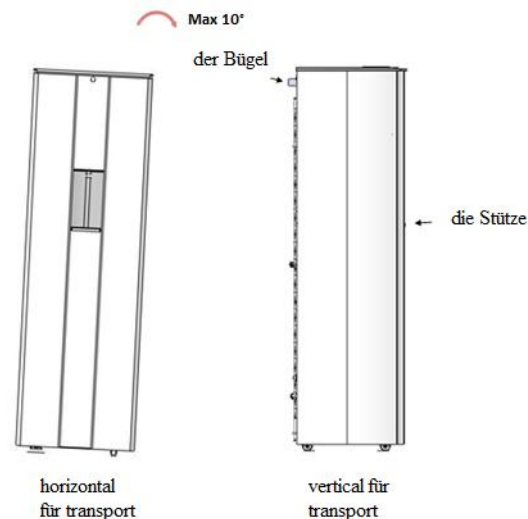

Abbildung Nr. 12. «Gerät Übertragungsweise»
- Niemals verwenden Sie die Gerätstütze für Transport der Kühlanlagekondensator und innerer Teile des Geräts, so können soweit Hände, als auch das Gerät beschädigt werden (Siehe Abbildung Nr. 12.).